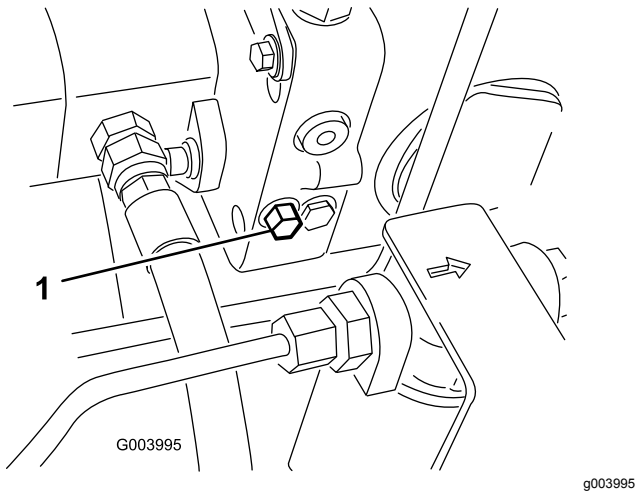

图37
1. 将旁通阀螺栓旋转 1-1/2 圈打开旁通阀并允许油在内部分流 **图37**。